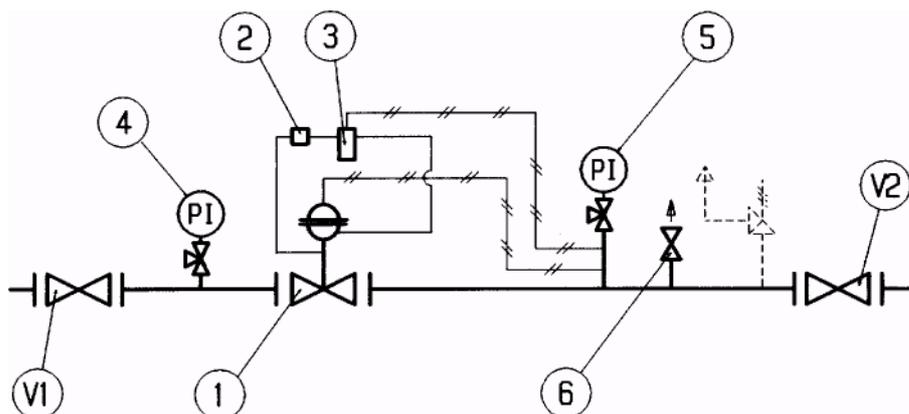

Рис. 12
5.3 ВВОД В ЭКСПЛУАТАЦИЮ РЕГУЛЯТОРА (РИС.12)